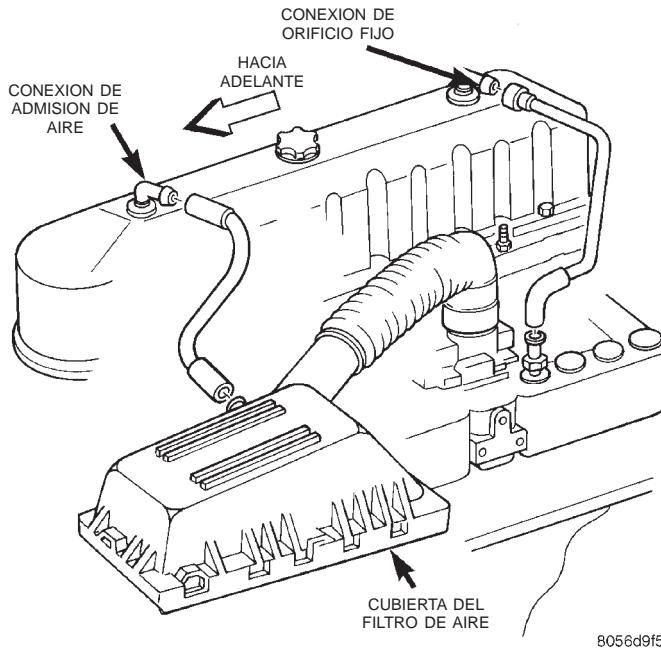

Fig. 29 Manguera de ventilación del cárter (CCV)—motor 4.0L
(5) Desconecte la manguera de vacío de ventilación del cárter (CCV) y el conector de la manguera de vacío del sensor de presión absoluta del múltiple (MAP) en el múltiple de admisión.
(6) Desconecte la manguera de vacío del orificio de vacío en el múltiple de admisión.
(7) Desconecte la manguera de CCV en la tapa de la culata de cilindros (Fig. 29).